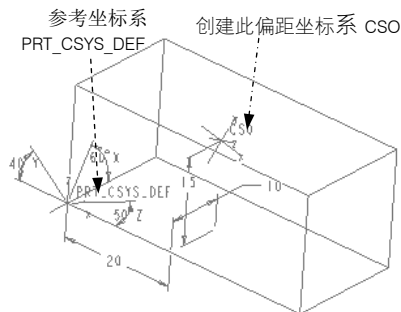

图 8.2.5 创建偏距坐标系
如图 8.2.5 所示, 现需要参考坐标系 PRT_CSYS_DEF 创建偏距坐标系 CSO, 操作步骤如下:
Step3. 如图 8.2.5 所示, 选取坐标系 PRT_CSYS_DEF 为参考。